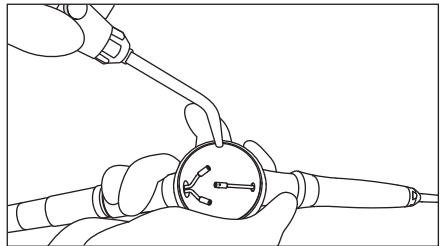

Abb. 7
- 3) Im Pulverbehälter verbliebenes Pulver mit dem Luftstrahl wegblasen (Abb. 7)